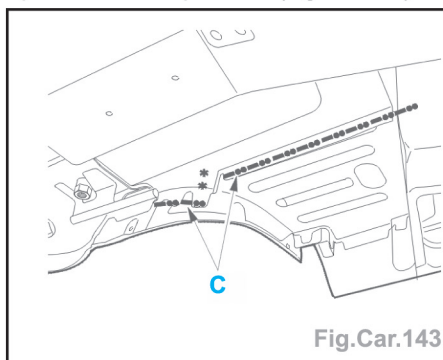

Fig.Car.143
- Découper par fraisage des points, par meulage des points (suivant **C**) et déposer partiellement le plancher (Fig.Car.143).